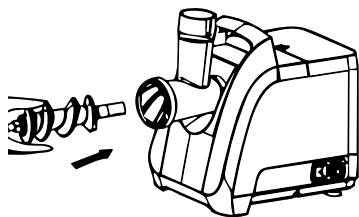

рис.4
7.1.3. Поместите шнек в горловину узким концом вперёд и слегка проверните его пока он не войдет в тесный контакт с приводом электродвигателя (рис. 4).